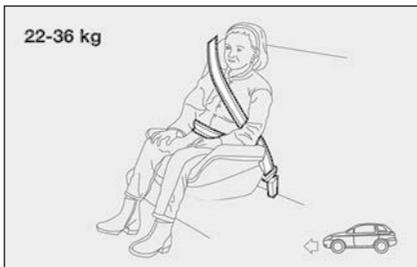

Рис. 10
**Рис. 10** показує правильне положення дитячого крісла на заднім сидінні автомобіля.